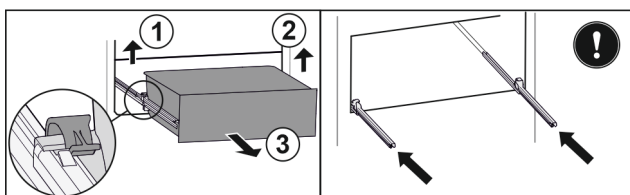

Fig. 116
- ▶ Zvedněte levou svorku a současně vytáhněte zásuvku vlevo dopředu. Fig. 116 (1)
- ▶ Zvedněte pravou svorku a současně vytáhněte zásuvku vpravo dopředu. Fig. 116 (2)
- ▶ Vyjměte zásuvku dopředu. Fig. 116 (3)